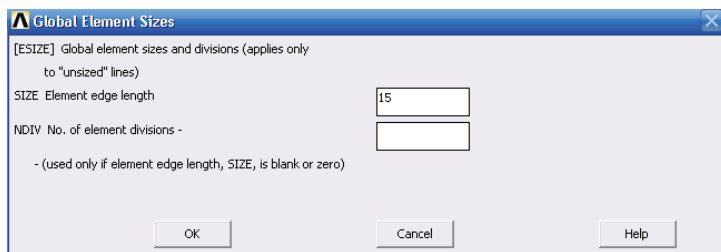

图 2-68 定义单元尺寸对话框
2) 选择 Main Menu | Preprocessor | Meshing | SizeCtrls | ManualSize | Global | Size 命令，出现 Global Element Sizes 对话框，在 SIZE Element edge length 输入栏中输入 15，如图 2-68 所示，单击 OK 按钮关闭该对话框。